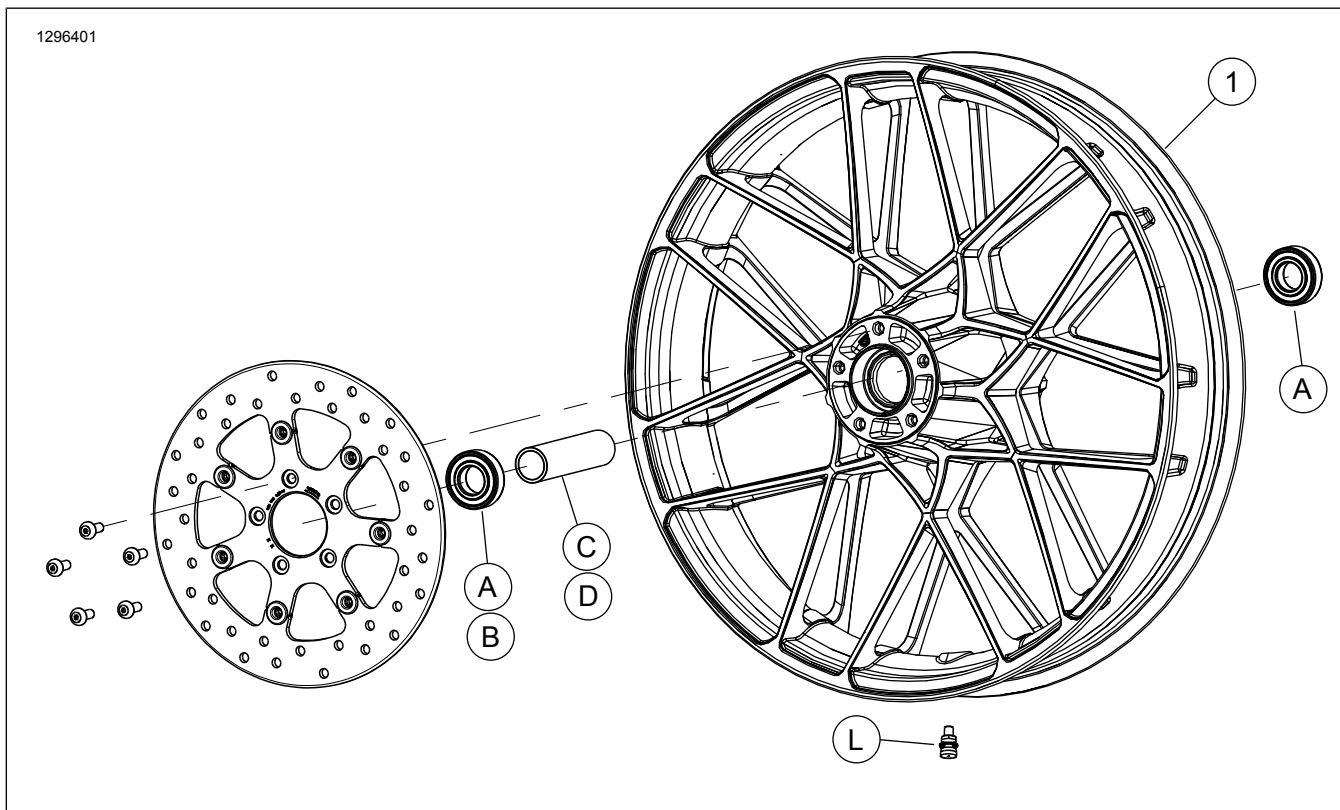

图2. 维修零件: 前轮
此套件仅包括定制车轮。参见图2和表2。
2. 参见图2。在车轮上安装阀杆组件(L)。参见维修手册。